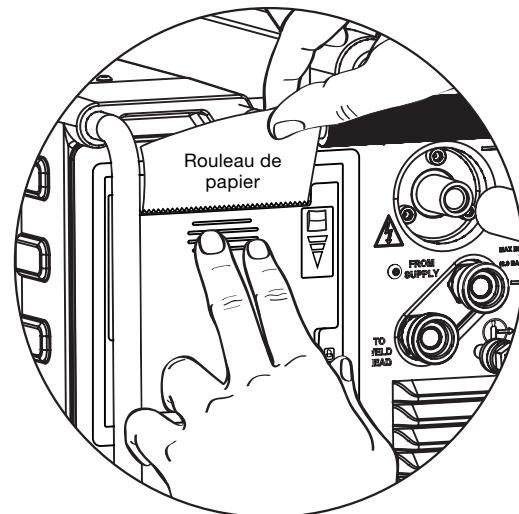

Fig. 54 – Fermer la trappe de l'imprimante
5. Pour fermer la trappe de l'imprimante, appuyez avec deux doigts sur le centre de la trappe juste en dessous du papier. Cela permet de s'assurer que la trappe de l'imprimante sera complètement fermée (cf. Fig. 54).